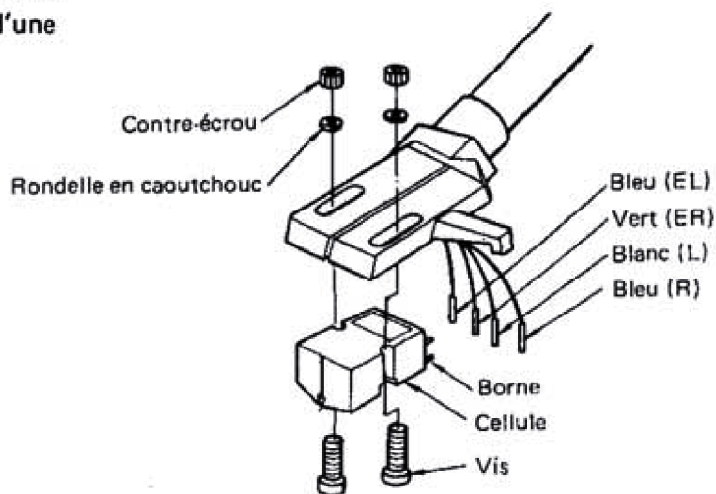

fig. 6
- (3) Les fils de l'embout sont coloriés de la manière indiquée à la fig. 6. Se reporter aux indications portées sur la cellule-même ou à celles de son mode d'emploi et brancher les fils sur les bornes correspondantes de la cellule à l'aide d'une pince à épiler.
- La cellule est-elle bien branchée sur l'embout? Voir la fig. 6 de page 16